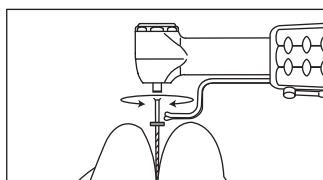
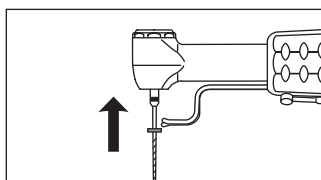

Рис. 2
Рис. 3
- 3) Вставьте эндодонтический файл в головку. Слегка поверните файл, чтобы он попал в зажимной механизм (Рис. 2). Вставьте файл до упора до характерного щелчка. (Рис. 3)